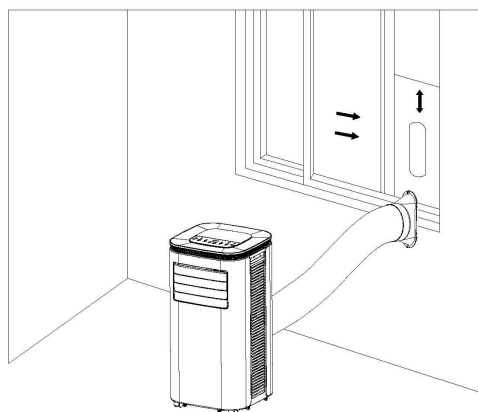
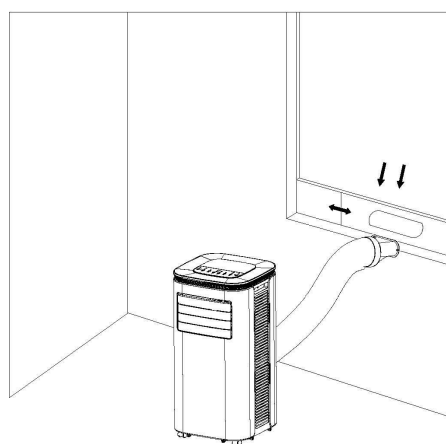

Figure 5
Figure 6
3) Étirez le tuyau d'expulsion de l'air et enclenchez l'extrémité plate des raccords du tuyau d'expulsion de l'air dans le trou de la plaque de fixation de fenêtre (comme illustré dans les Fig. 5 et Fig. 6).